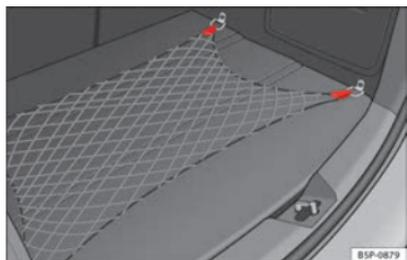

Fig. 101 Filet de rangement du coffre à bagages.
- Utilisez les anneaux d'amarrage existants sur les côtés du coffre à bagages pour fixer le filet de rangement ⇒ fig. 101.